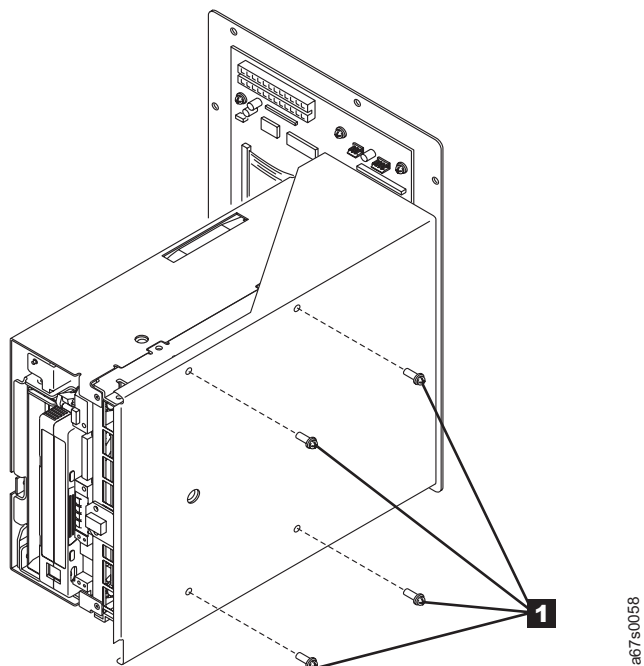

Abbildung 25. Laufwerkschlitten vom Bandlaufwerk entfernen
- 1) Entfernen Sie mit einem Kreuzschlitzschraubendreher die vier Kreuzschlitzschrauben (**1** in Abb. 25 auf Seite 93), mit denen der Laufwerkschlitten **2** am Laufwerk **3** befestigt ist. Legen Sie die Schrauben beiseite.